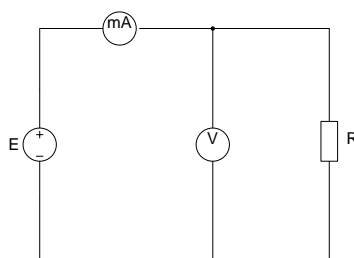

Рис. 2. Электрическая цепь постоянного тока
1. Собрать цепь по схеме (рис. 2).